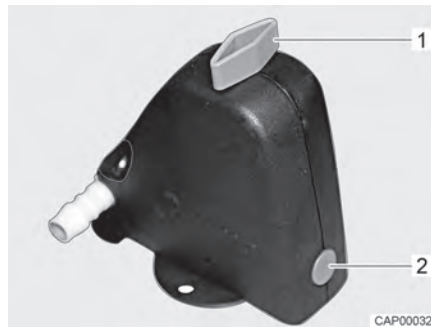
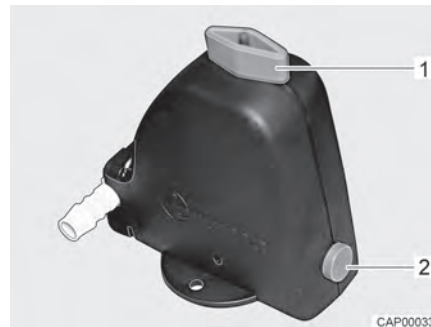

Fig. 109 Válvula de seguridad/purga cerrada
Fig. 110 Válvula de seguridad/purga abierta
- Abrir la válvula de seguridad/purga (Fig. 109). Para ello, girar el botón giratorio (Fig. 109,1) a la posición longitudinal en referencia a la válvula de seguridad/purga. El botón (Fig. 109,2) salta hacia fuera. La válvula de seguridad/purga abierta se muestra en Fig. 110.